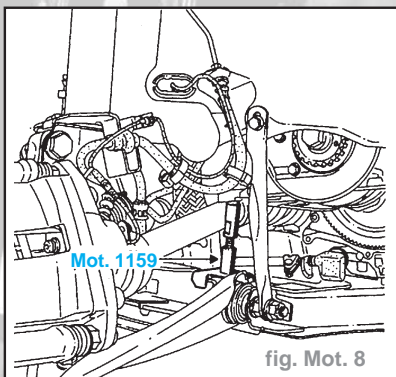

fig. Mot. 8
- Mettre en place l'outil Mot 1159 entre le berceau et le carter-cylindres (fig. Mot. 8).